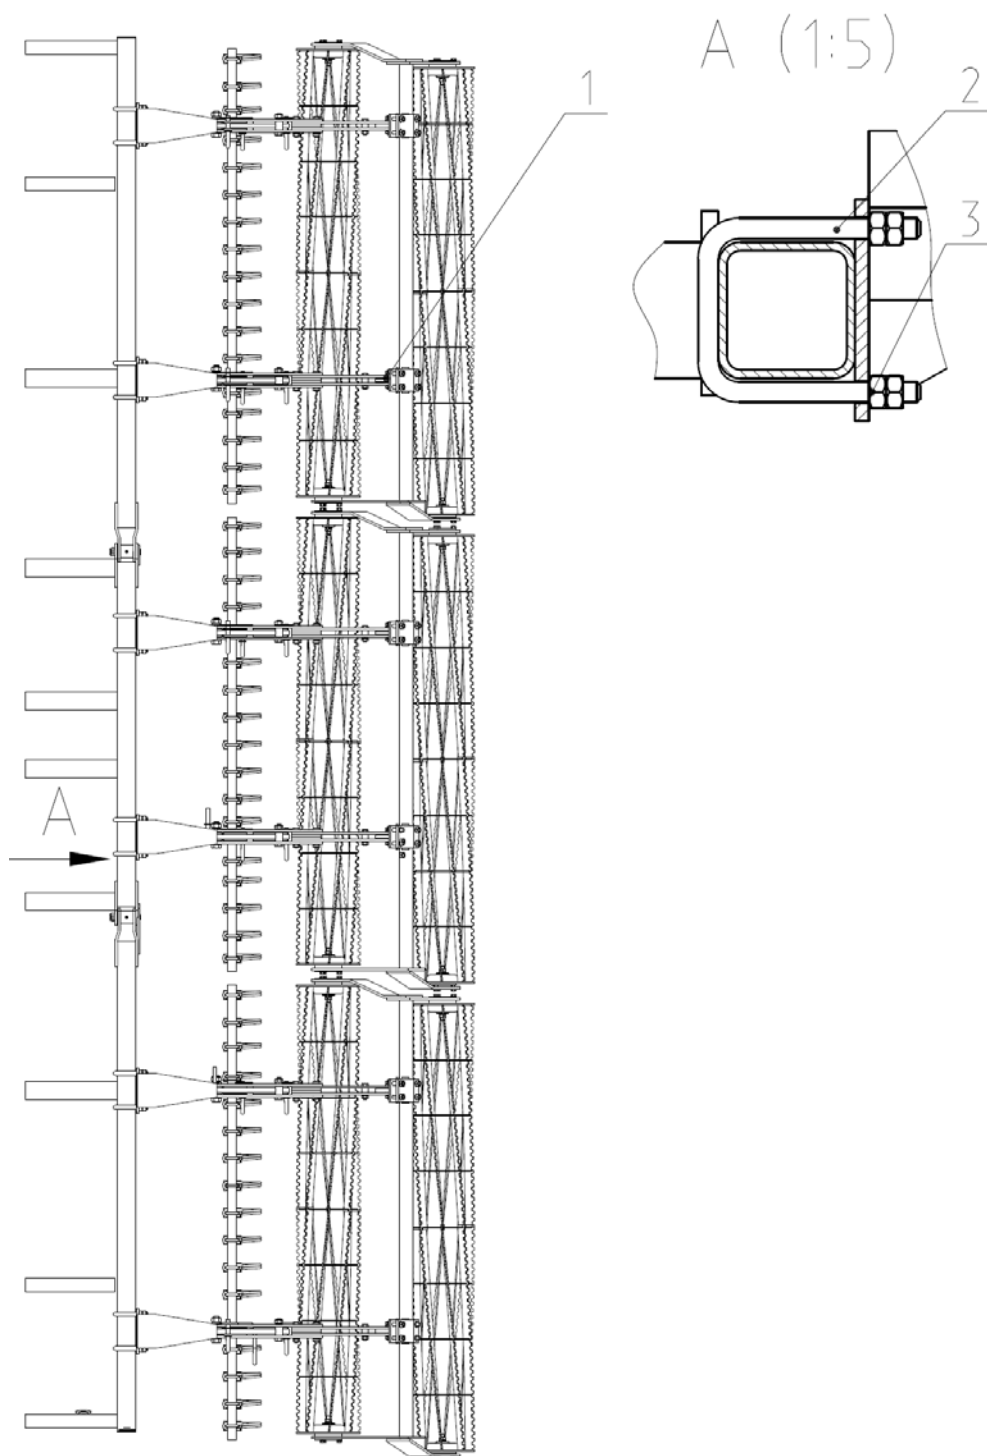

Рис.22 Установка секций катков двухрядных КСП 04.150.
2.19 Комплект катков 2-х рядных КСП 04.150 и гребенки однорядной КСП 04.120 (Рис.22). Комплект крепится к центральной секции КСП 01.000А и крыло КСП 01.090Б закрепленный скобами 2 и гайкой 3.